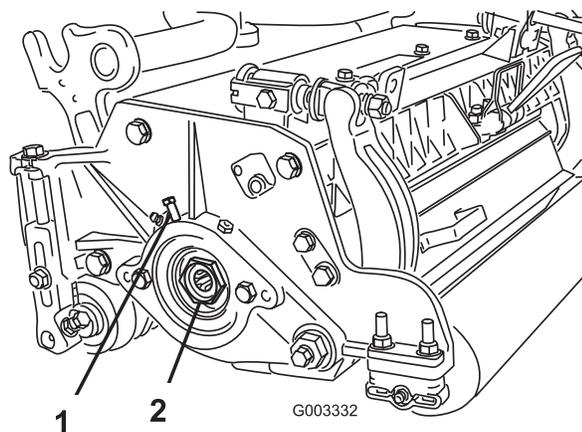

Bild 20
A. Lösen Sie die externen Stellschrauben, mit denen die Einstellmutter des Lagers am Lagergehäuse links am Mähwerk befestigt ist (Bild 20).